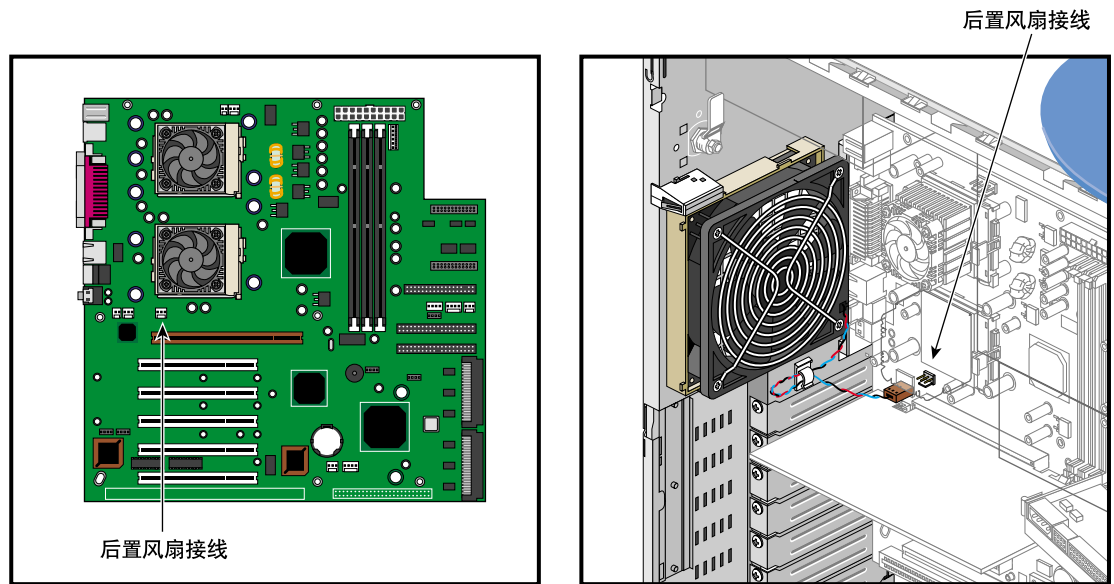

图 2-13 连接后置风扇电缆
3. 断开系统板上风扇电缆的连接。有关风扇电缆连接的位置，参见第 33 页上的图 2-13。
10. 连接风扇电缆。有关后置风扇电缆连接的位置，参见图 2-13。